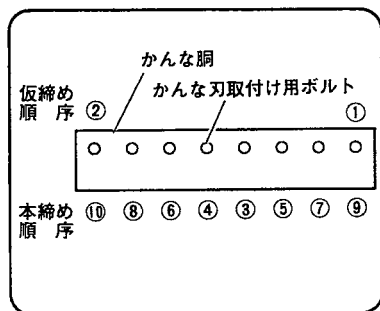

図 40
○ かなな刃が飛び出さない程度に①, ②の順に仮締めをします。(図 40)
○ ③~⑩ (中央から両端) の順に本締めをします。最初は力を加減して③~⑩の順に繰り返し締め最後にきつく締めます。(図 40)